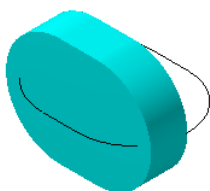

图 5.2.11 Y 轴
- ☒  选项：用于设置 Y 轴为挤出曲面的中心轴，如图 5.2.11 所示。